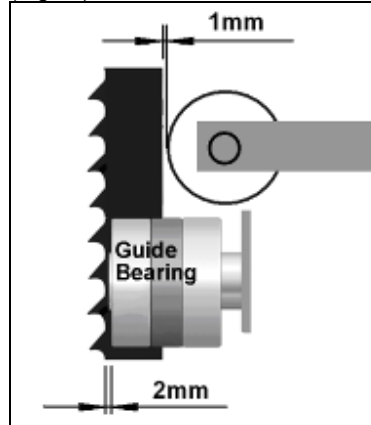

Fig 16
Die Rückenrolle (H) auf einen Abstand von 1 mm vom Sägeband einstellen (Fig 16).